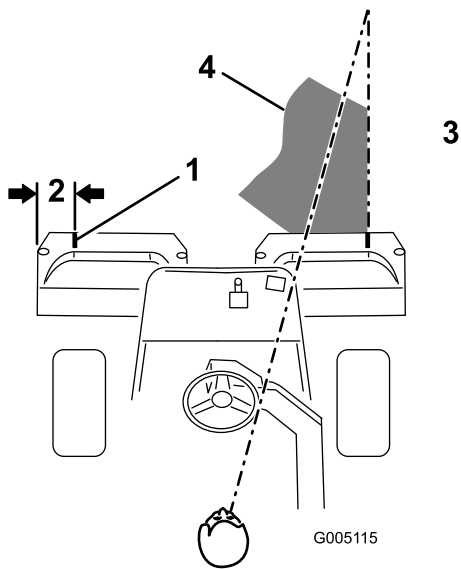

Bild 12
2. Bringen Sie einen Streifen weißen Isolierbands an jedem Korb an, oder zeichnen Sie eine Linie. Das Isolierband bzw. die Linie sollte parallel mit der äußeren Kante jedes Korbs verlaufen (**Bild 12**).